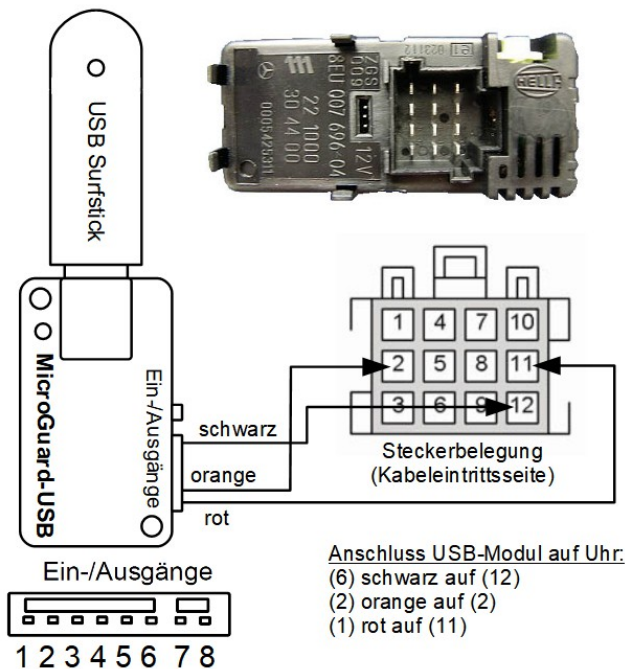

Abbildung 3: Anschluss des MicroGuard-USB Moduls an die Leitungen zur Moduluhr.
Abb. 3 zeigt den direkten Anschluss an die Zuleitungen der Uhr. Hier wird die Heizdauer von den Einstellungen im Modul gesetzt, siehe weiter unten.
### **Nachfolgender Abschnitt gilt nur für den Anschluss nach Abb. 3!**
Das MicroGuard-USB System quittiert einen Schaltvorgang per Anruf mit einem Abweisen der ankommenden Verbindung. Die Anzahl der Klingelzeichen bis zum Abweisen der Verbindung ist beim Einschalten und Ausschalten der Ausgänge unterschiedlich (nur bei Anschluss nach Abb. 3):
- Anschluss nach Abb. 3: Die Heizung schaltet aus gemäß der im MicroGuard eingestellten Heizedauer. Ein Anruf (SMS/App) nach Ablauf der Heizzeit führt zum erneuten Einschalten der Heizung. Abschalten durch Taste an der Uhr nicht möglich. Nur Anruf / SMS-Befehl STOP.
- Eine vorhandene Uhr oder ein anderes Steuerteil (z.B. eine Funk-Fernbedienung, der Originalschalter, falls vorhanden) kann weiter verwendet werden. Bei Anschluss nach Abb. 3 Ein- und Ausschalten erfolgt nur mit dem gleichen Bedienelement!